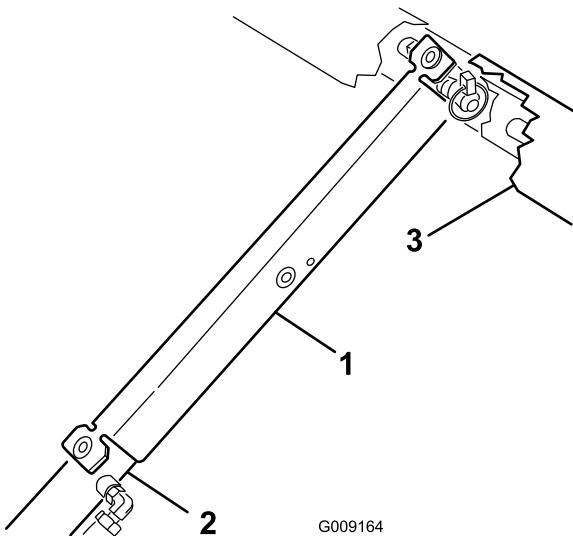

Bild 12
9. Schieben Sie die Ladepritschenstütze auf die Zylinderstange. Achten Sie darauf, dass die Stützenendnasen auf dem Ende der Zylindertrommel und auf dem Ende der Zylinderstange aufliegen (**Bild 12**).